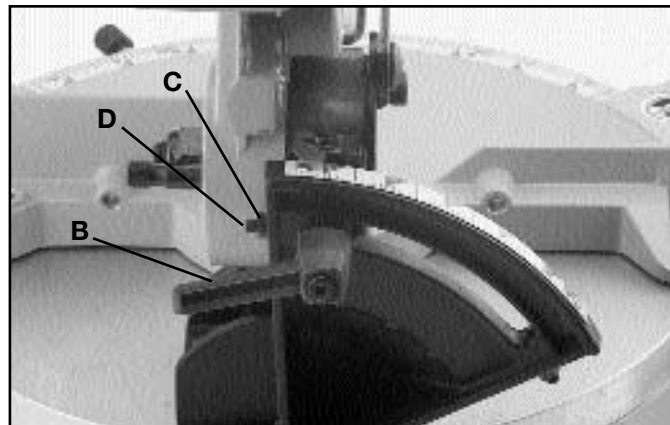

Fig. 22
4. Si resulta necesario hacer un ajuste, afloje la agarradera de cierre de biselado (B) Fig. 22 e incline el brazo de corte hasta que la hoja esté a 90 grados de la mesa. **AVISO:** Puede resultar necesario aflojar la tuerca de cierre (C) y el tornillo de fijación (D) para realizar lo antedicho. Apriete entonces la agarradera de cierre de biselado (B).
5. Afloje la tuerca (C) Fig. 22 y apriete el tornillo de fijación (D) hasta que haga fondo. Apriete entonces la tuerca (C) de nuevo.